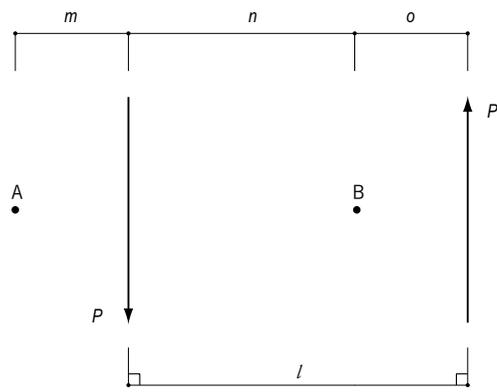

図 10 任意の点において常に一定の偶力のモーメントの大きさ
- (4) 偶力のモーメントの大きさは、どの点においても (任意の点において) 常に一定である。[図 10]